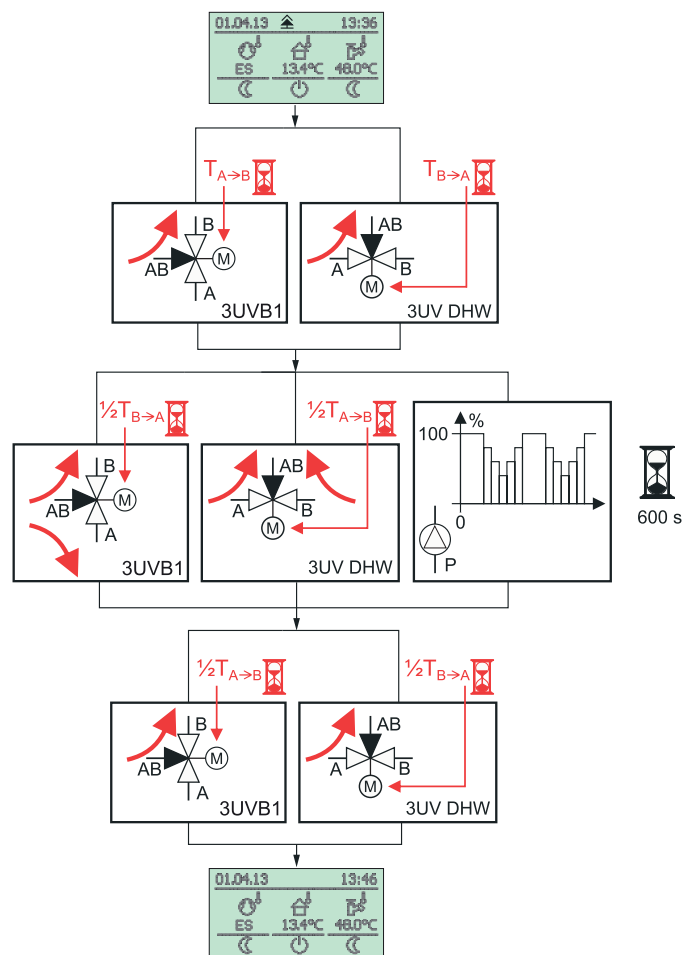

Bild 3-17 Vorgänge der Entlüftungsfunktion
- ➔ **"Entlüftungsfunktion"** startet (3-Wege-Umschaltventile fahren in Mittelstellung, Heizungsumwälzpumpe moduliert - siehe Bild 3-17).